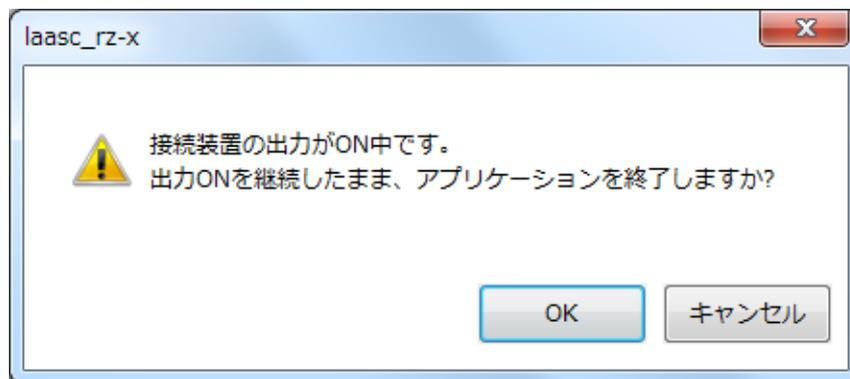

図 3-11 出力 ON 中の終了時ダイアログ
②出力 ON 中の場合、ダイアログが表示されます。(図 3-11)